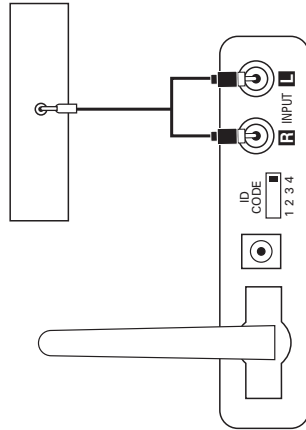

Figura 5.
Paso 1. Conecte el cable RCA—mini jack 1/8" (incluido) entre las salidas preamplificadas, de línea o para auriculares de su reproductor portátil de audio y las entradas del módulo transmisor 4, tal como muestra la Figura 5.